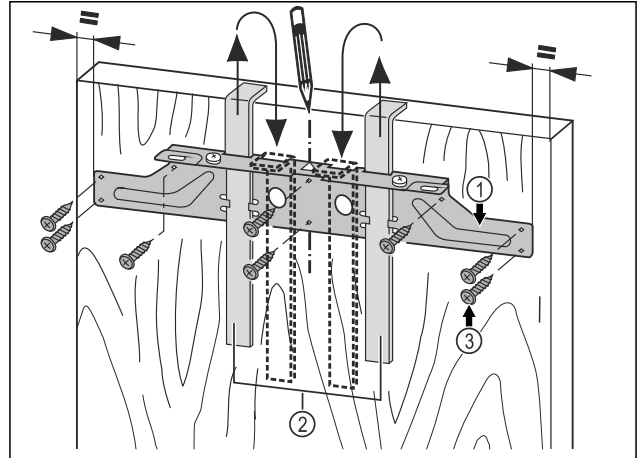

Fig. 17
- Varni traversën e mbërthimit Fig. 17 (1) me ndihmëse e montimit Fig. 17 (2) mbi anën e brendshme të derës së mobilies.
- Niveloni traversën e mbërthimit Fig. 17 (1) në mes të derës.
- Mbërtheni traversën e mbërthimit Fig. 17 (1) me të paktën 6 vida Fig. 17 (3).
- Mbërtheni traversën e mbërthimit Fig. 17 (1) me 4 vida Fig. 17 (3) në anë.
- Nxirrni jashtë ndihmëset e montimit Fig. 17 (2) nga lart dhe futini të rrotulluara në vrimat e futjes që gjenden anash.